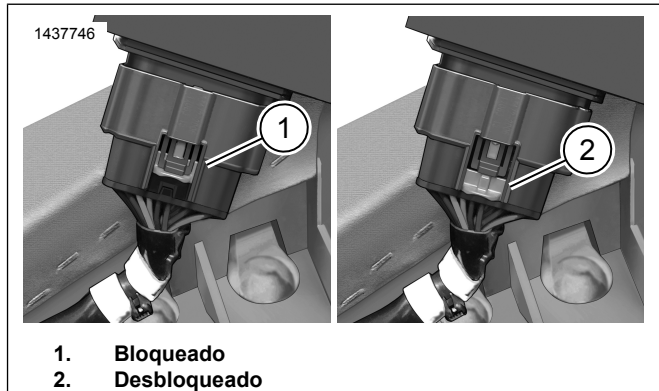
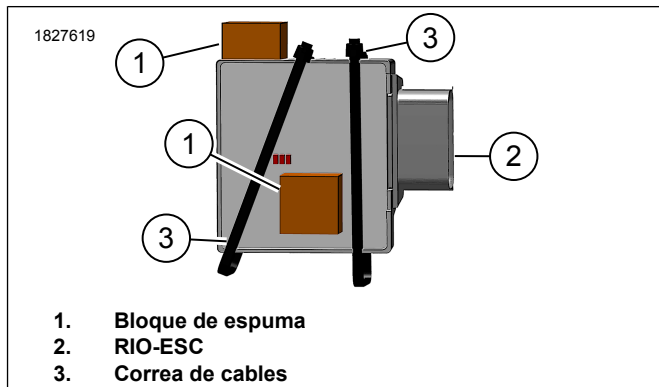

Figura 5. Posición de bloqueo/desbloqueo del conector RIO
Figura 6. Instalar el bloque de espuma en RIO
5. Consulte la Figura 5. Desbloquee (2) RIO-ESC el conector y desconéctelo.
6. Consulte la Figura 6. Instale los bloques de gomaespuma (1) a RIO-ESC (2).
- b. Instale los bloques de gomaespuma (1) debajo de las luces LED y en la esquina superior.
7. Consulte la Figura 5. Conecte el RIO-ESC al arnés de cables y bloquee el conector (1).